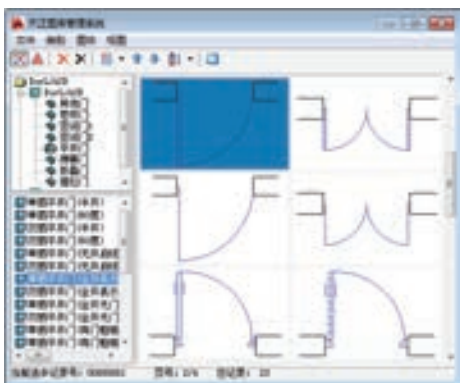

图 13-26 “天正图库管理系统”窗口
14) 在“门”对话框中单击左侧的二维显示窗口, 在打开的“天正图库管理系统”对话框中选择单扇平开门的平面样式, 结果如图 13-26 所示。